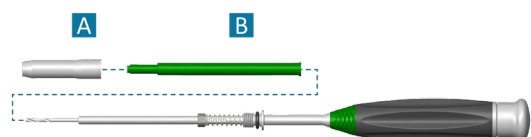

Figura 40
- Desmontaje: Gire el manguito exterior (A) de la fresa en el sentido contrario a las agujas del reloj hasta que se pueda extraer del mango. Deslice el alojamiento exterior (B - manguito en verde oscuro) hacia fuera y extráigalo del vástago montado previamente (Figura 40).